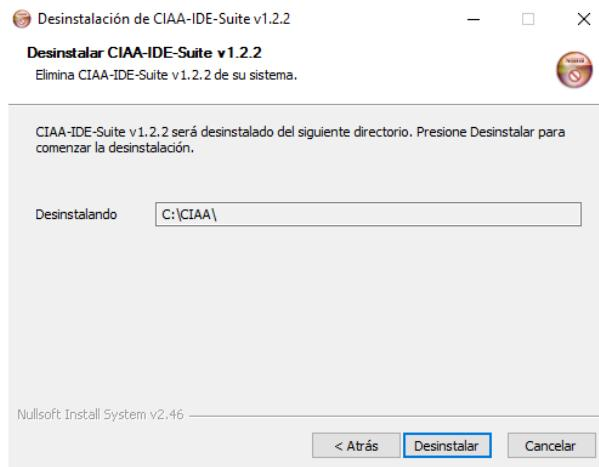

Figura 22: Desinstalación del programa.
- Seleccionar el directorio de instalación, en caso de haber instalado el programa en el directorio por defecto se tiene una ventana similar a la Figura 22. Luego hacer click sobre *Desinstalar*.